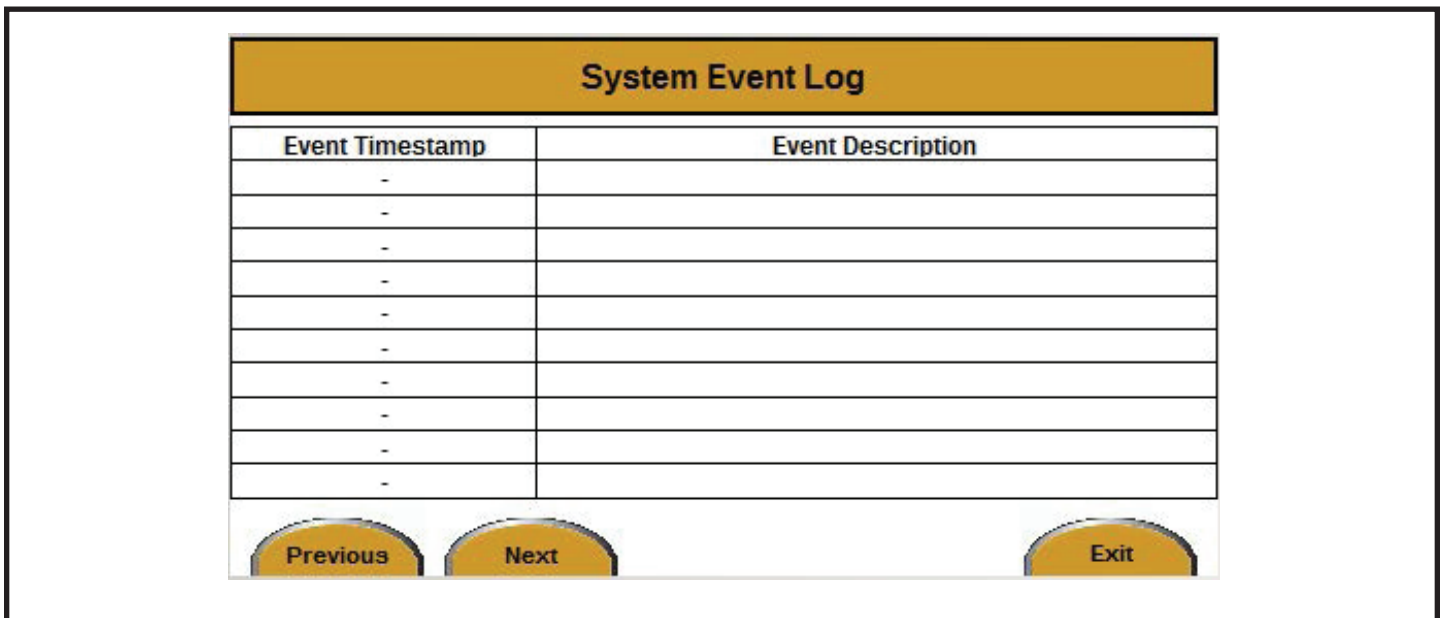

Figure 21
5. Appuyer sur le bouton ENTER (Entrer). L'écran System Event Log (Journal des activités du système) apparaîtra (voir Figure 21).